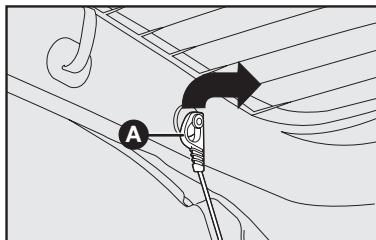

fig. 86
1) Desenganche las extremidades superiores **A-fig. 86** de los dos tirantes, desprendiéndolas de sus pernos.